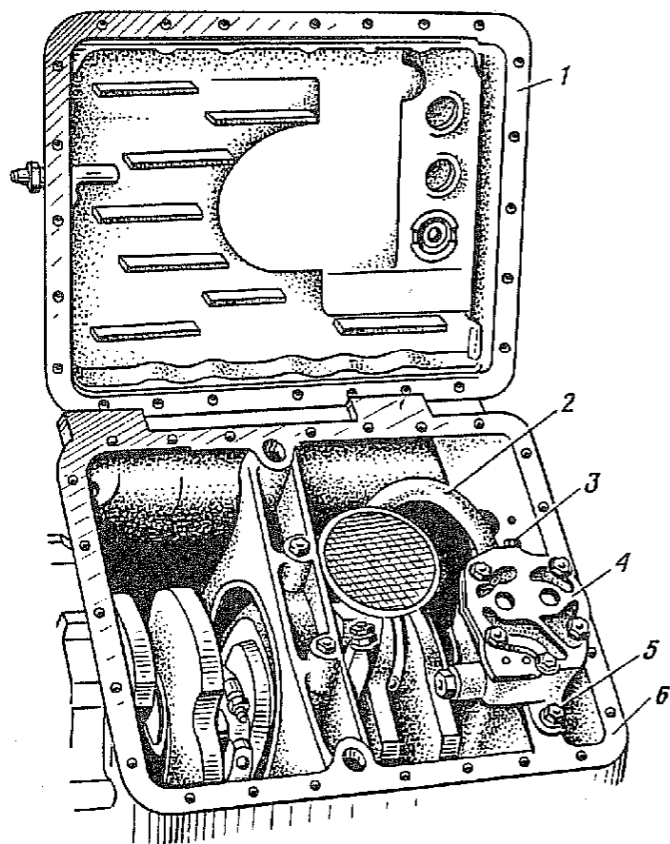

Рис. 39. Доступ к масляному насосу при открытом масляном картере двигателя:
1.3. Отвернуть гайки 5 (рис. 39) крепления масляного насоса 4 к картеру 6 двигателя, снять стопорные шайбы, масляный насос в сборе с приемником, прокладку масляного насоса и втулку промежуточного валика (ключ 12).
2.1. Установить на масляный насос 4 (рис. 39) приемник 2 с уплотнительным кольцом и закрепить болтом 3 с пружинной шайбой (ключ 10).